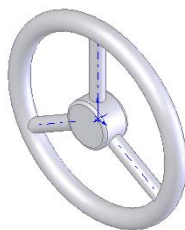

图 4-45 圆角后的图形
**21** 设置视图方向。单击“标准视图”工具栏中的“等轴测”图标，将视图以等轴测方向显示，结果如图 4-45 所示。